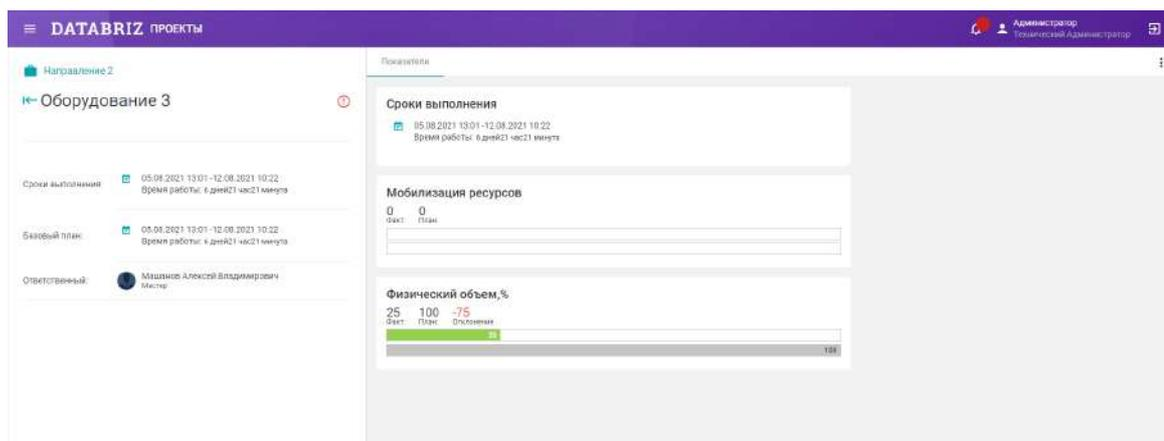

Рисунок 67 — Подробная карточка работы в web-версии приложения
- Нажмите на название работы или на кнопку «Подробнее»: откроется полная карточка работы с возможностью переключения вкладок по работе: Чат, Показатели, Связанные работы. В левой части карточки работы будет указана основная информация по работе (см.рис.67);